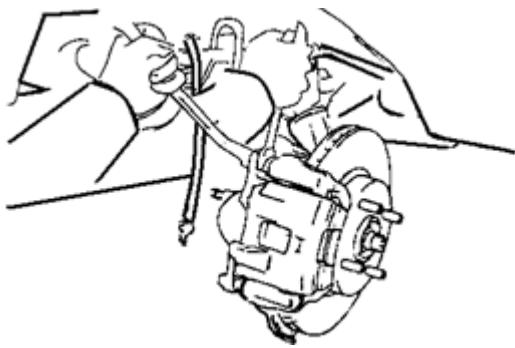

图 3—24
(2) 固定住后盘式制动分泵滑动销后，拆下1个螺栓，如图3—24所示。